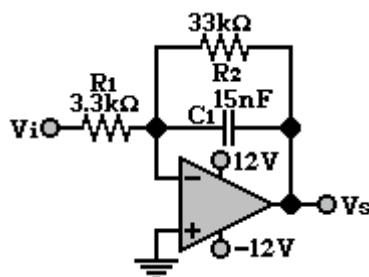
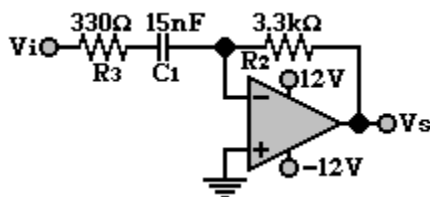

Figura 8.1
Figura 8.2
4. El alumno deberá traer el circuito armado de la figura 8.1.
1. Arme el circuito de la figura 8.1. Con una señal senoidal, V_i , de $2V_{PP}$ y una frecuencia de 5kHz. Observe y dibuje las señales V_i y V_s , en papel milimétrico anotando su amplitud, periodo y fase.
5. Arme el circuito de la figura 8.2.
2. Explique la presencia de la resistencia R_2 en paralelo con el capacitor en la figura 8.1.
3. Si la señal de entrada en el circuito de la figura 8.1 es de forma triangular, y la salida de este se conecta al circuito de la figura 8.2 ¿Qué señal a la salida se obtendrá a la salida del circuito de la figura 8.2?
4. Si la señal de entrada para el circuito de la figura 8.1 y la figura 8.2 son las que se muestran en la tabla 8.3, indique el tipo de señal de salida que se obtiene para cada una de ellas y gráfíquelas.